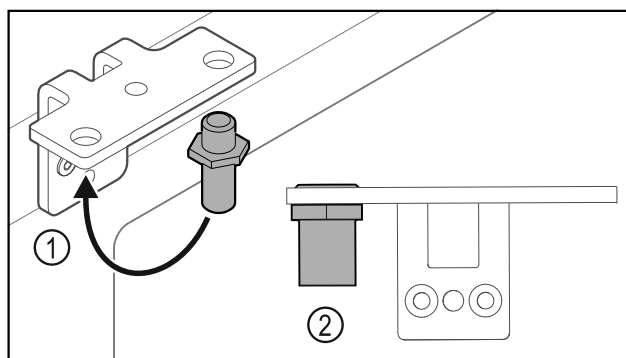

Fig. 34
- ▶ Flyt bolten Fig. 34 (1) i hængselvinklen.
- ▶ Spænd bolten Fig. 34 (2) med et drejemoment på 12 Nm.